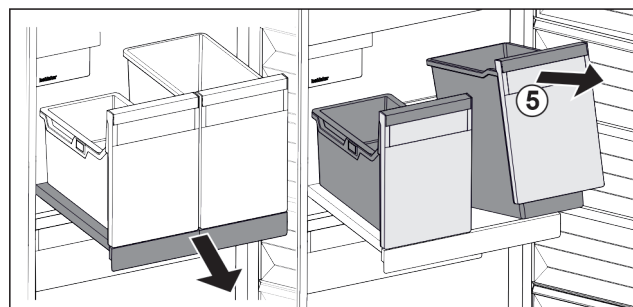

Fig. 33
- Nádoby Fig. 33 (5) vpředu nadzvedněte.